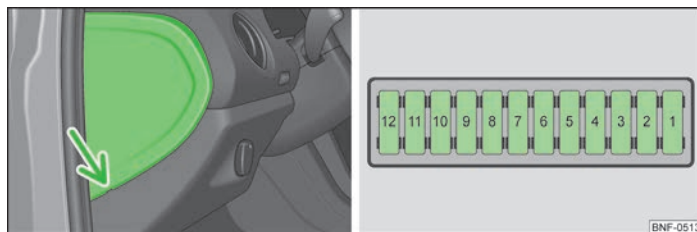

Bild 121 På försarsidan på instrumentbrädan: Kåpa till säkringslådan/Schematisk bild av säkringslådan
- För in lämpligt platt föremål, t.ex. en skruvmejsel, i springan i området som pilen visar » bild 121, lirka försiktigt loss och demontera kåpan.